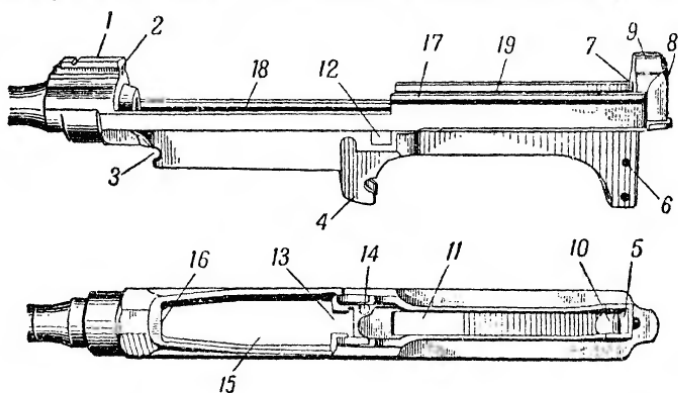

Рис. 15. Ствольная коробка:
**16. Ствольная коробка (рис. 15)** служит для соединения следующих частей винтовки: ствола, затвора, ударно-спускового механизма, магазина, отражателя с останком, втулки, запора втулки, разобцителя и защелки спусковой скобы. Ствольная коробка со стволом соединена при помощи нарезки. На переднем конце ствольная коробка